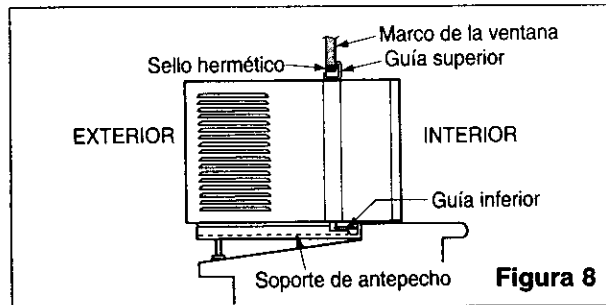

Figura 8
- Mientras sujeta firmemente el equipo de aire acondicionado, baje cuidadosamente el marco de la ventana detrás de la guía superior del equipo de aire acondicionado, como se muestra en la Figura 8.